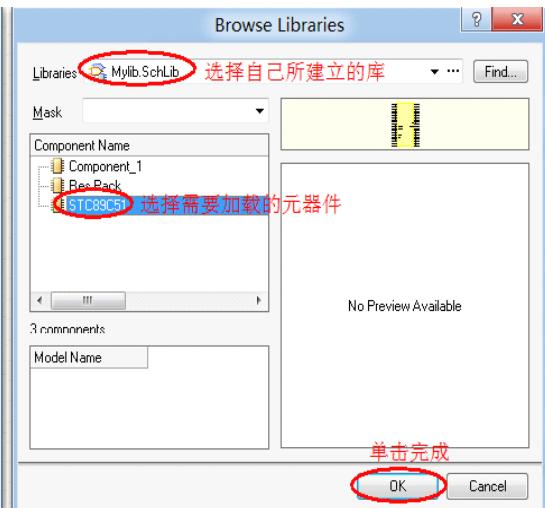

图 6-6.30 库浏览选项对话框
**Step1:** 放置自己绘制的单片机。执行菜单命令【Place】/【Part】，在弹出的 Place Part 对话框中单击 Choose，如图 6-6.29 所示。在 Browse Libraries 对话框中找到方才绘制的 Mylib.SchLib 库（注意库需要加载到工程里面才能找到），如图 6-6.30 所示，找到需要放置的元器件，依次单击 OK，此时元器件会悬浮于光标上，移动到合适的位置单击鼠标左键即可放置，单击右键或者 Esc 键结束放置。